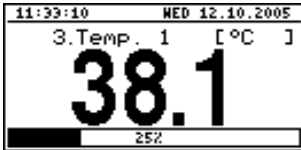

Abb. 6.7. "Einzelkanal" Modus
- Der Modus **"Einzelkanal"** (Abb. 6.7) ermöglicht für einen Messkanal die Anzeige der letzten Messung in numerischer und grafischer Form (Balken).